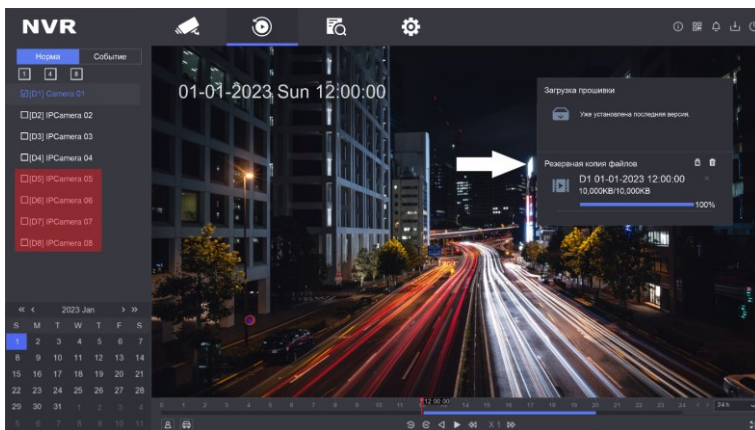

Рисунок 26 - Отображение процесса записи файла
7.15.11 После выбора места сохранения файлов нажмите на кнопку [OK]. Начнется процесс записи, по его завершении на экран будет выведен информационный баннер (рисунок 26).